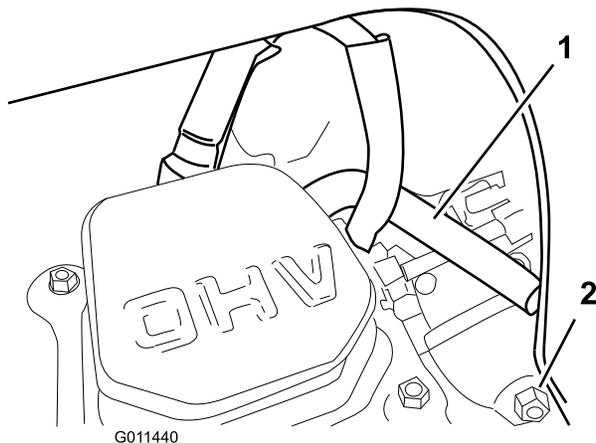

**Figure 27**
11. Réglez l'écartement des électrodes à 0,76 mm, comme montré à la Figure 27.